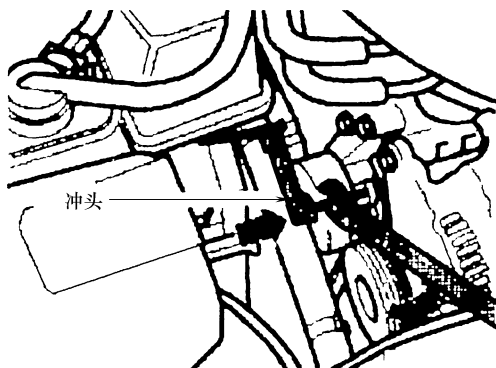

图 2-3 用冲头固定张紧器
5) 使用冲头等类似工具固定住张紧器（图 2-3），拆卸传动带，然后拆卸传动带张紧器。